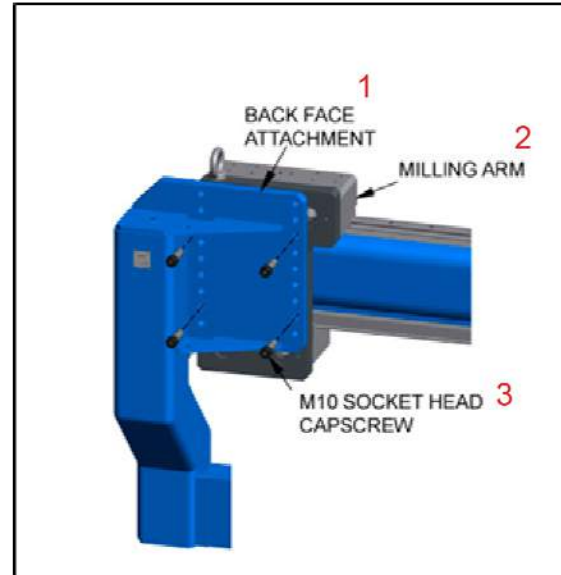

Figure 21 Détail de l'assemblage de la fixation de la face arrière
2. Fixez la fixation de la face arrière au bras de fraisage à l'aide des quatre vis à tête creuse M10, comme illustré en Figure 21. Serrez les vis à tête creuse à 58 Nm (42 pi-lb). La hauteur de la fixation de la face arrière peut être ajustée à l'aide des trous de montage fournis. Positionnez la fixation de la face arrière en fonction de l'épaisseur de la bride.